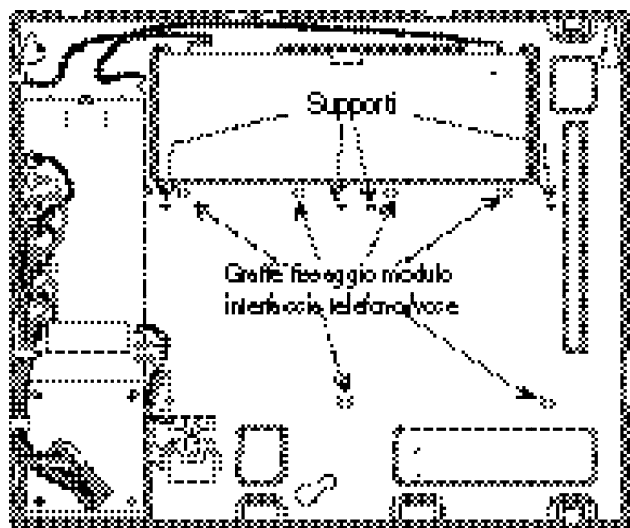

Figura 7. Graffe di fissaggio e supporti per il modulo interfaccia telefono/voce
7. Fare scorrere il bordo superiore della scheda del modulo sotto le quattro graffe di fissaggio superiori sul contenitore di plastica della centrale di allarme (vedere Figura 7).